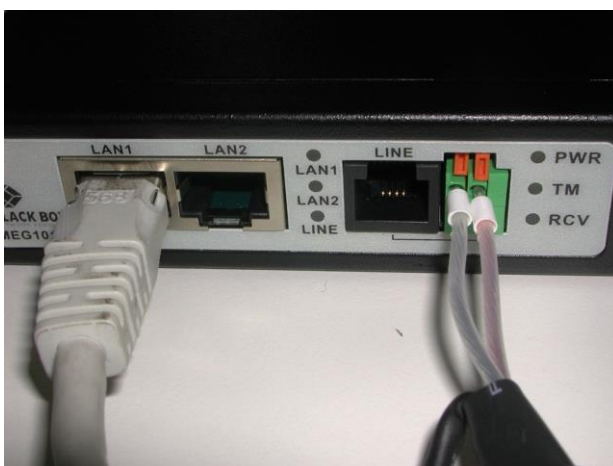

Abbildung 14 DSL Verbindung.
5. *Optional statt Pos. 4:* Datenleitung (DSL): Ausstattung mit einem 2poligen Anschlusskabel zur Verbindung an einem DSL-Modem (siehe Abbildung 14).